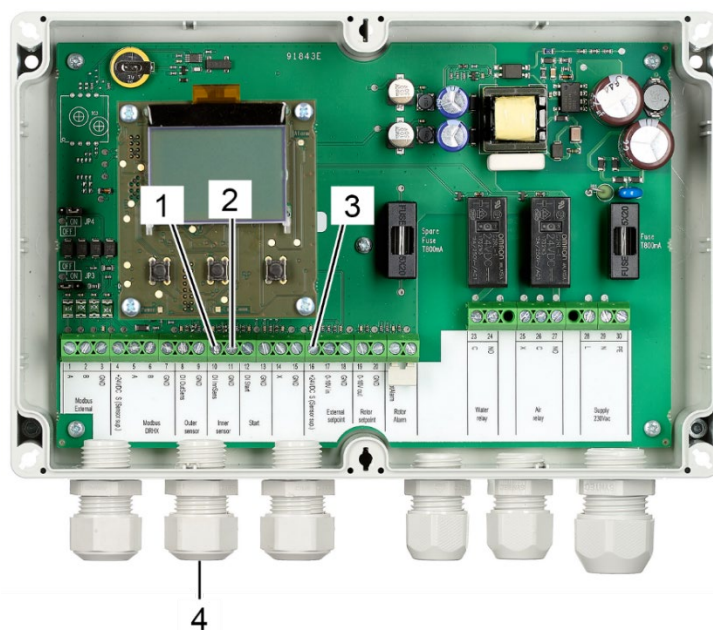

Figura 86: Prensaestopas y terminales del sensor de proximidad del centro del rotor
10. Pase el cable de conexión del sensor de proximidad del centro del rotor a través del prensaestopas (Figura 86/4).
11. Conecte el cable negro de señal al terminal 10 (Figura 86/1, DI)) de la unidad de control del dispositivo de limpieza del rotor.
12. Conecte el cable azul de la conexión a tierra al terminal 11 (Figura 86/2, GND) de la unidad de control del dispositivo de limpieza del rotor.
13. Conecte el cable marrón de alimentación al terminal 16 (Figura 86/3, +24 V CC S (sensor sup.)) de la unidad de control del dispositivo de limpieza del rotor.